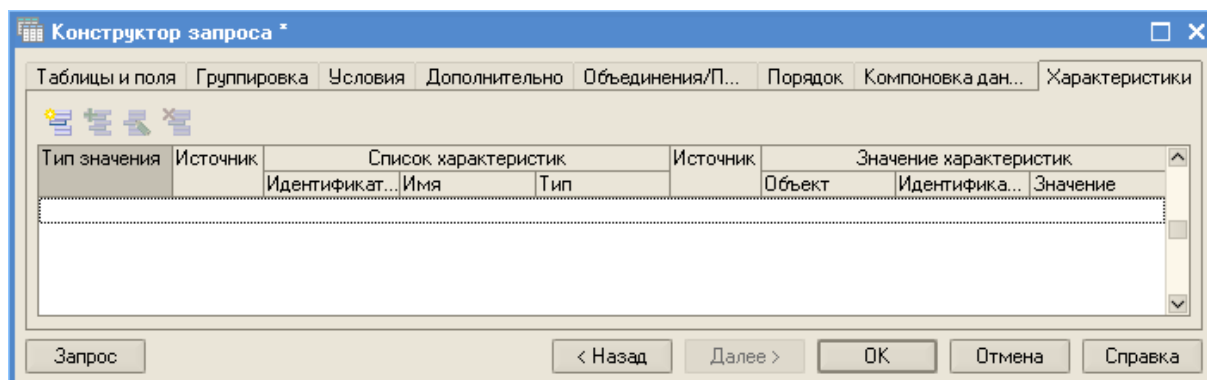

Рис. 143
- перейдите на закладку Характеристики (рис. 143);